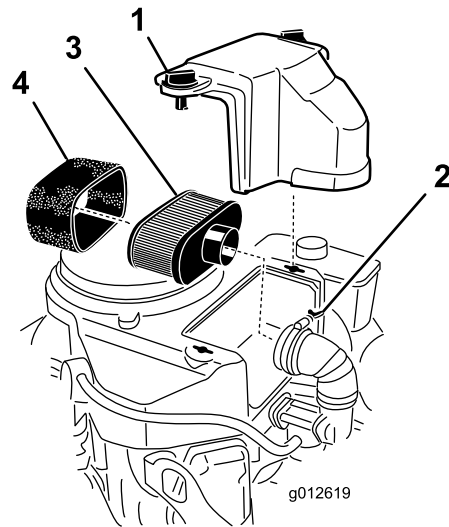

Figura 39
3. Limpie alrededor del limpiador de aire de forma que la suciedad no penetre en el motor y cause daños (Figura 39).
4. Afloje los botones de la tapa y retire la tapa del limpiador de aire (Figura 39).
5. Afloje la abrazadera y retire el conjunto del limpiador de aire (Figura 39).
6. Retire cuidadosamente el elemento de espuma del elemento de papel (Figura 39).
1. Deslice cuidadosamente el elemento de gomaespuma sobre el elemento de papel (Figura 39).
2. Coloque el conjunto del limpiador de aire sobre la base del limpiador de aire o la manguera y sujételo (Figura 39).
3. Coloque la cubierta del limpiador de aire y apriete el pomo de la cubierta (Figura 39).